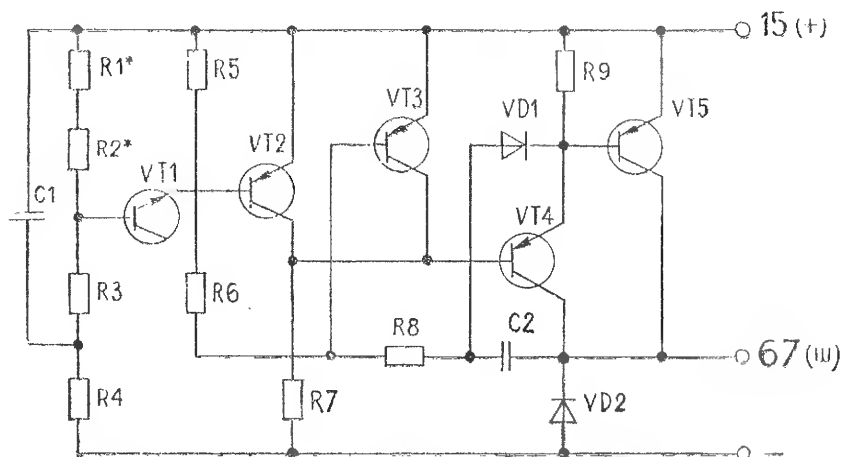

Рис. 1
4.2. Принципиальная электрическая схема регулятора приведена на рис. 1.